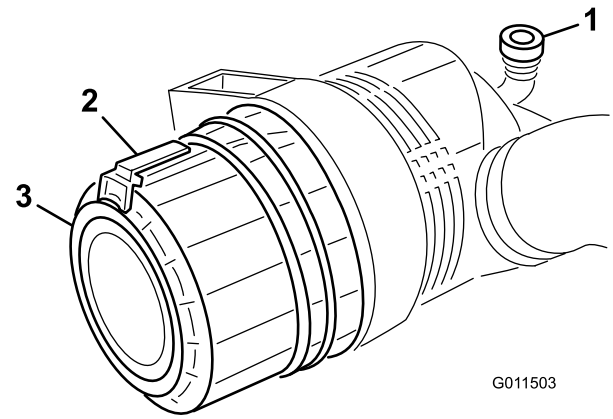

Figura 71
1. Tirate il fermo verso l'esterno e ruotate il coperchio del filtro in senso antiorario (Figura 71).
7. Montate il coperchio con la valvola di uscita in gomma (Figura 71) disposta in giù, in una posizione tra le ore 5 e le ore 7 vista dall'estremità. Fissate il fermo.